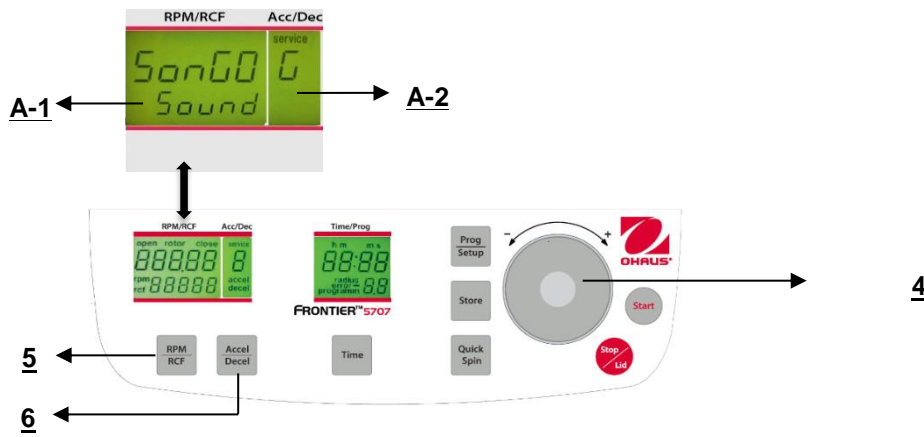

Figure. 31
Poursuivre conformément à la description du paragraphe 4.1.2 pour entrer dans ce mode de programme et appuyer ensuite sur la touche "**Accel/Decel**" (6). Sur l'affichage "**Acc/Dec**" (A-2), le mot "**Service**" clignote. Sélectionner maintenant la lettre "**G**" avec le cadran de réglage (4). Ceci entraîne l'apparition des mots "**SonGo/Sound**" sur l'affichage "**RPM/RCF**" (A-1). Après avoir appuyé sur la touche "**RPM/RCF**" (5), il est possible de sélectionner une sonorité avec le cadran de réglage (4). (voir la figure 31)